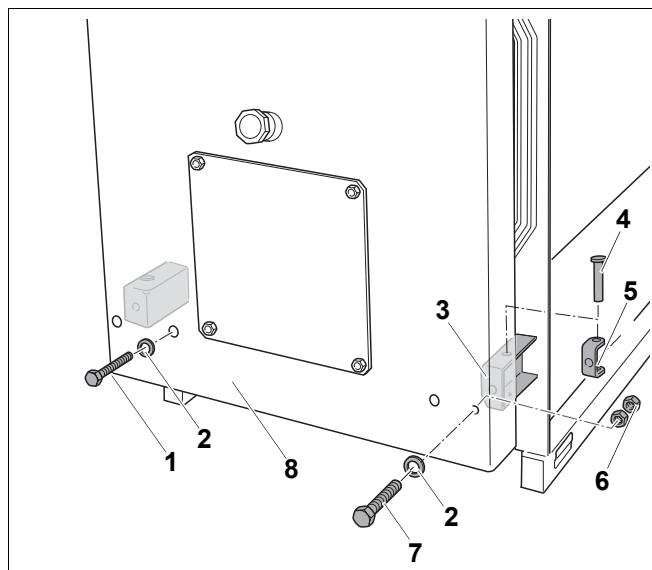

Рис. 6 Снятие нижних шарниров
- Отверните болт M16 (рис. 6, поз. 7) нижнего правого шарнира (рис. 6, поз. 3) так, чтобы шарнирная ось (рис. 6, поз. 4) свободно перемещалась.
- Выньте шарнирную ось (рис. 6, поз. 4) из шарнирной вилки (рис. 6, поз. 5).
- Выверните болт M16 (рис. 6, поз. 7) из вилки шарнира (рис. 6, поз. 5).
- Отверните 2 законтренные гайки M16 (рис. 6, поз. 6) и выньте болт M16 (рис. 6, поз. 7) из двери котла (рис. 6, поз. 8).
- Выверните болт M12 (рис. 6, поз. 1) из резьбового отверстия в передней стенке котла и выньте его из двери (рис. 6, поз. 8).